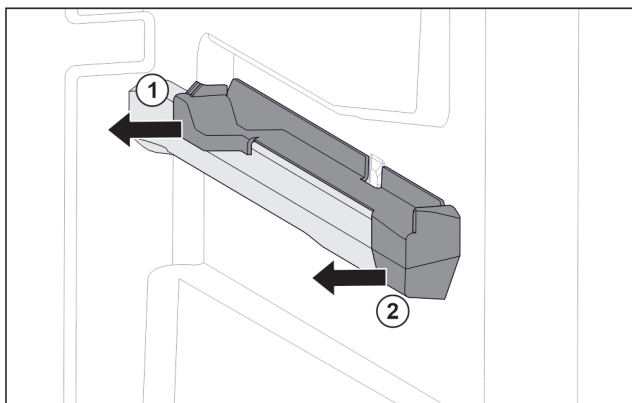

Fig. 153 Nasazovací díl na pravém žebrování na nádoby
- Stáhněte nasazovací díl vzadu na stranu. Fig. 153 (1)
- Stáhněte nasazovací díl vpředu na stranu. Fig. 153 (2)